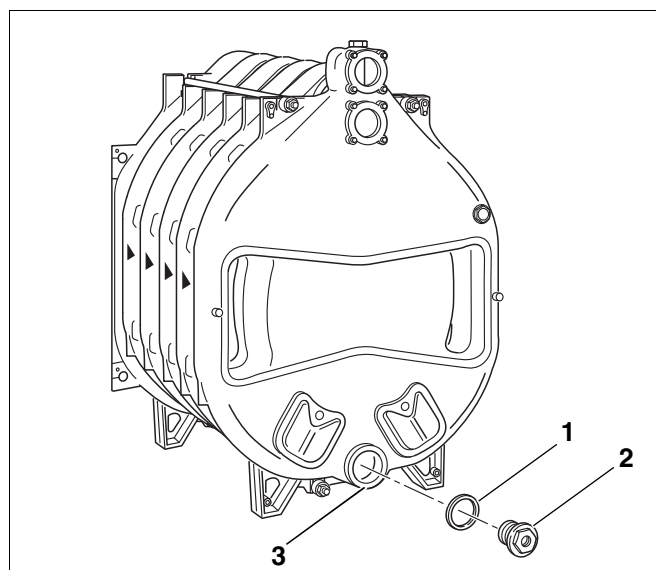

Рис. 21 Установка фланца
- Закрывать спереди и сзади нижнюю ступицу котла (рис. 21, **поз. 3**). Для этого установить на соответствующие ступицы котла уплотнения (рис. 21, **поз. 1**) и заглушки. Заглушка с резьбовым отверстием диаметром $\frac{3}{4}$ " для наполнения и слива (рис. 21, **поз. 2**) устанавливается на задней стороне котла.